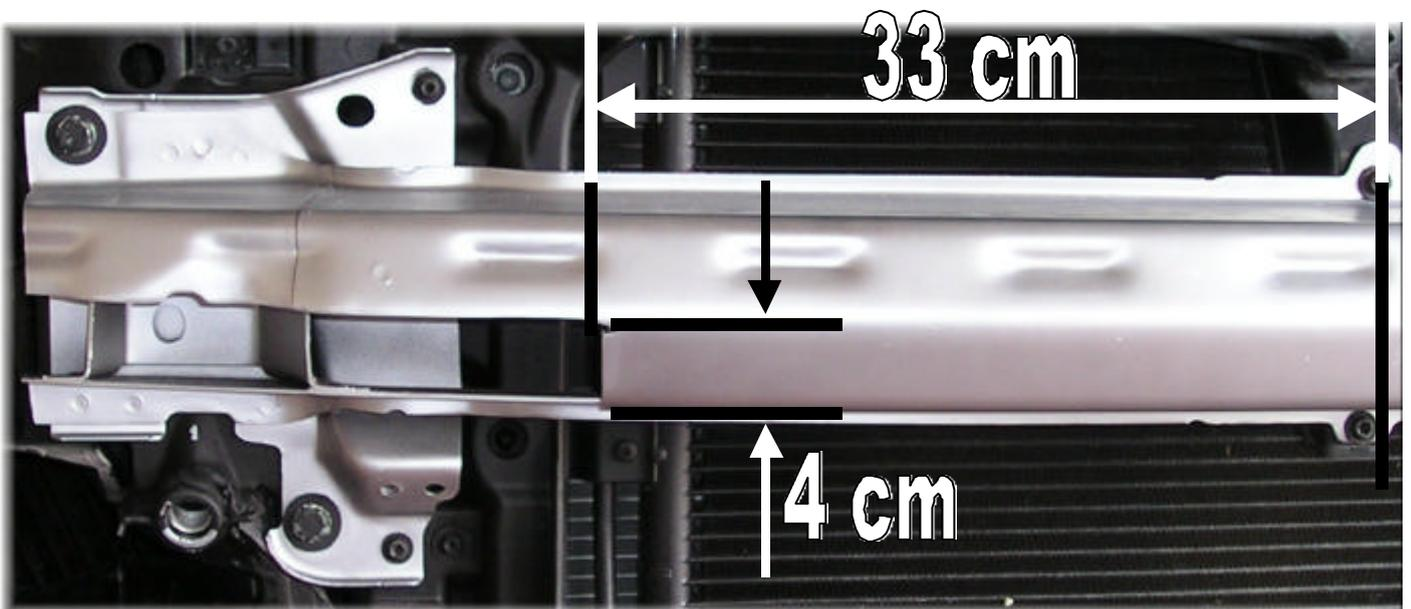

Abb.3
- ➔ Seitliche Führungen (6) vom Fahrzeug entfernen, bündig zuschneiden (siehe Abb. 3) und wieder am Fahrzeug montieren .